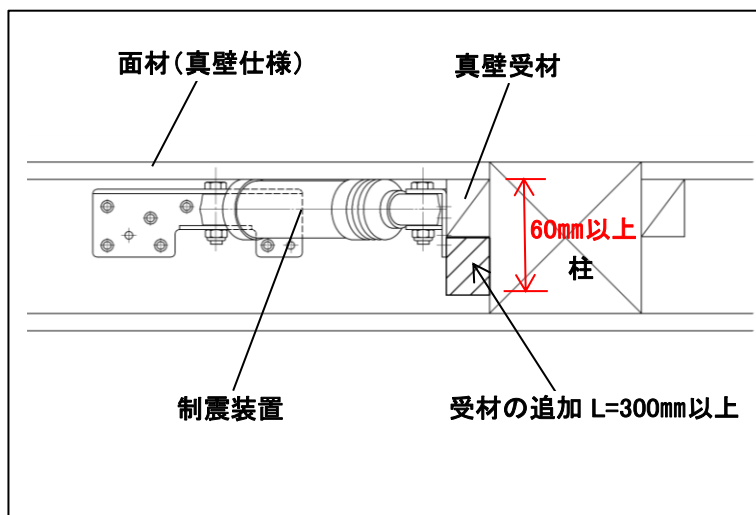

図17 受材幅が狭い場合の受材追加例
- ④ 受材の幅が狭い場合は、ダンパーアタッチメントが転びますので受材と同じ厚みの木材(長さ300mm以上)を抱き合わせるか、巾60mm以上の受材とし設置願います。(図17参照)
※ ダンパー移動の検討例 図17